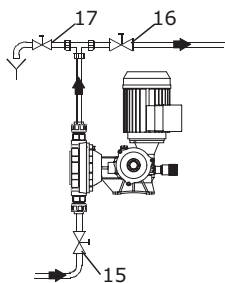

Рис. 14 Начальный пуск
1. Откройте всасывающий и нагнетательный запорные клапаны (15, 16), если они установлены (см. рис. 14).
2. Откройте клапан удаления воздуха (17), если он установлен на линии нагнетания или понизьте давление в линии нагнетания так, чтобы перекачиваемая среда могла выходить без преодоления противодействия.
- Закройте клапан удаления воздуха (17), если он установлен.